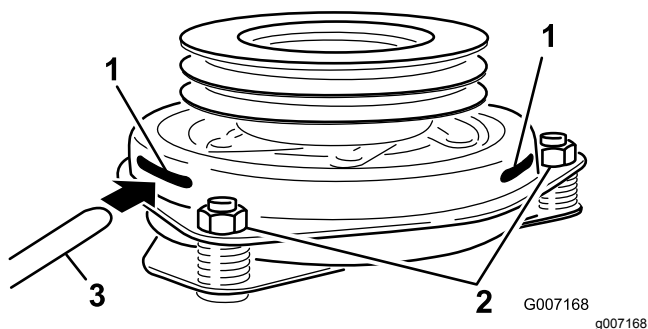

Figura 70
9. Introduzca una galga de 0.381 a 0.533 mm (0.015" a 0.021") por una de las ranuras de inspección en el lateral del conjunto (Figura 70).
10. Apriete las contratuercas hasta fijar ligeramente la galga pero dejando que ésta se pueda mover con facilidad en la separación (Figura 70).